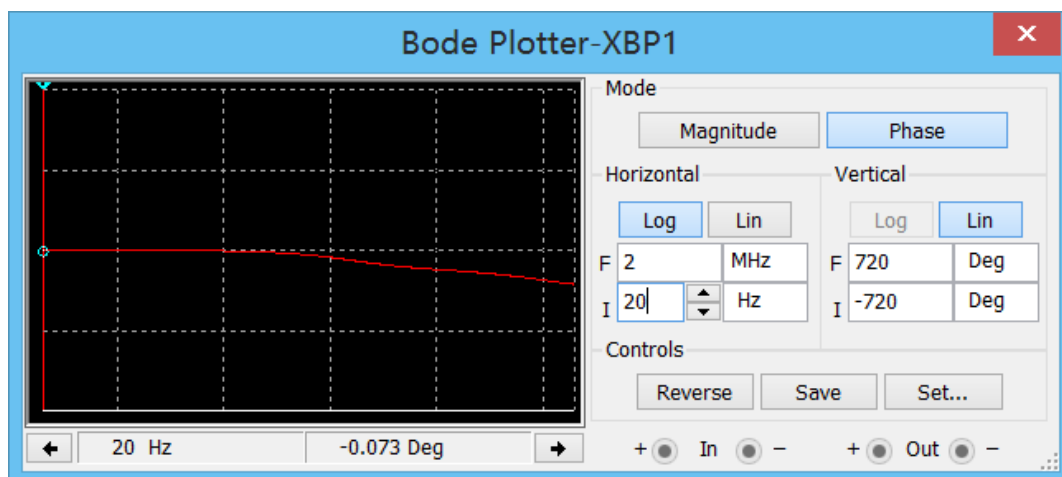

图 5.7 相频特性的测试
- **Phase 按钮：**设定左边显示屏内显示频率与相位的关系，即相频特性，如图 5.7 所示。